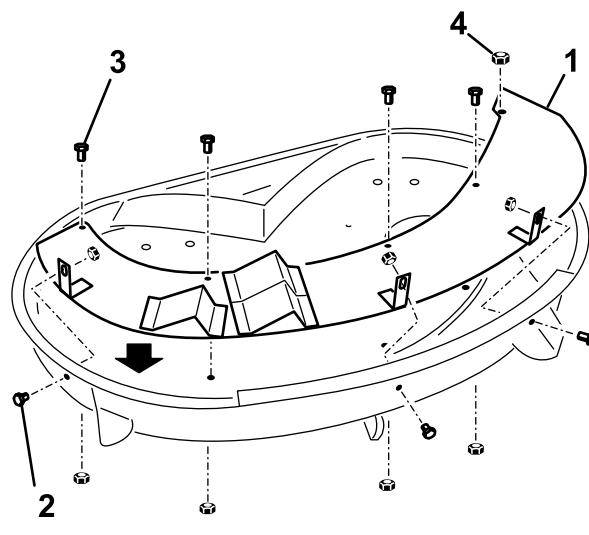

Figura 2
1. Installate il deflettore superiore, con le linguette verso l'interno dell'apparato di taglio, come mostrato nella Figura 2. Assicuratevi che le filettature della barra dello scivolo di scarico passino attraverso il foro del deflettore.
2. Installate il dado di blocco precedentemente rimosso sulle filettature della barra di supporto dello scivolo di scarico per fissare il deflettore all'apparato di taglio (Figura 2).
3. Installate tre bulloni (5/16 x 5/8") e tre dadi flangiati (5/16") attraverso il lato dell'apparato di taglio in ciascuna linguetta, come mostrato nella Figura 2. Installate i dispositivi di fissaggio all'interno con i dadi.
4. Installate quattro bulloni (1/4 x 5/8") nel deflettore e attraverso la parte superiore dell'apparato di taglio e fissateli con quattro dadi di blocco (1/4"), come mostrato nella Figura 2.